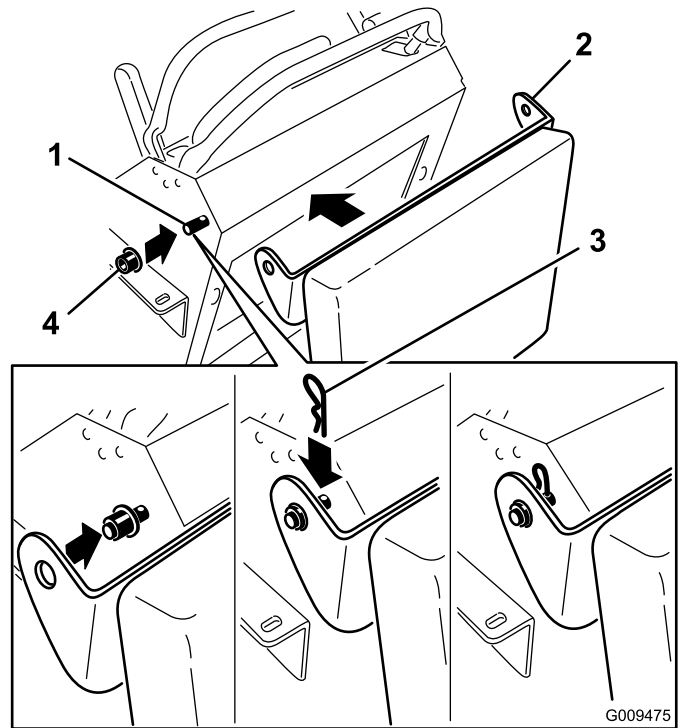

Figure 33
8. Glissez les bagues en plastique dans les supports du coussin et fixez-les en place avec une goupille fendue (Figure 33).
6. Placez les bagues en plastique sur les goupilles (Figure 33).